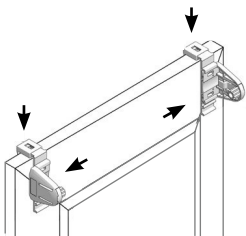

Рис.10
- 3.4. Установить кронштейны в сборе на створку, раздвинув их по ширине (Рис.10).